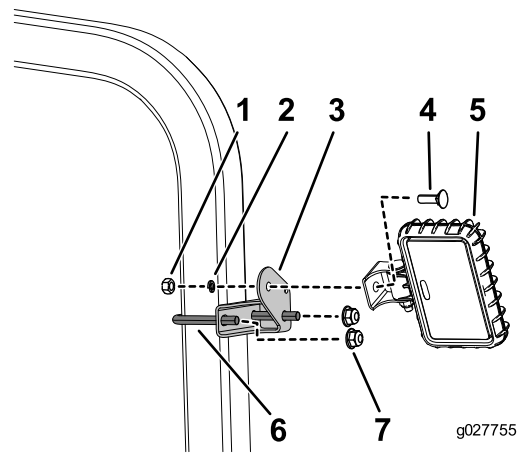

Figura 1
1. Instale un soporte en cada lado del ROPS con un perno en U y 2 tuercas, tal y como se muestra en la Figura 1.
2. Instale el conjunto de la luz según se muestra en la Figura 1.
3. Sujete el arnés de cables cerca de los conjuntos de luz con las 2 bridas de 18,4 cm, usando el orificio libre del soporte de la luz (Figura 1).